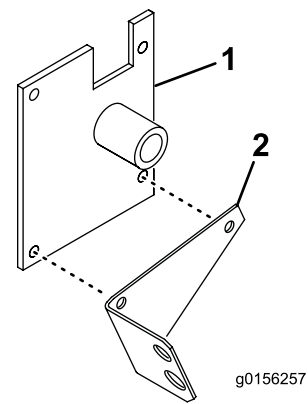

図 13
4. 右ホッパー取り付けブラケットの上部を機体の右側に取り付ける。ボルト 3/8 x 1 インチ 2本とロックワッシャ 3/8 インチを使用する 図 13。ブラケットの切り欠きはフードラッチを逃がすための部分である。
5. ブラケットの下部とカップラブラケットをフレームに取り付けるボルト (3/8 x 1 インチ) 2本とロックナットを使用する 図 13。